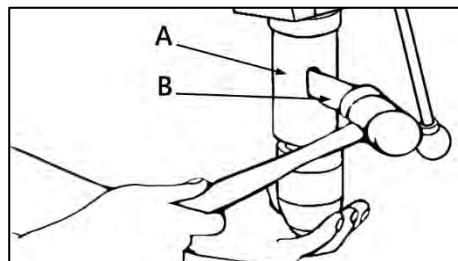

Рисунок 10.
Максимально разведите кулачки патрона повернув зажимное кольцо. Вставьте в отверстие в гильзе (A) (рис. 10) расклинивателя (B) и аккуратно постучите по нему резиновым молотком, придерживая патрон рукой, чтобы избежать падения патрона при отделении от шпинделя.